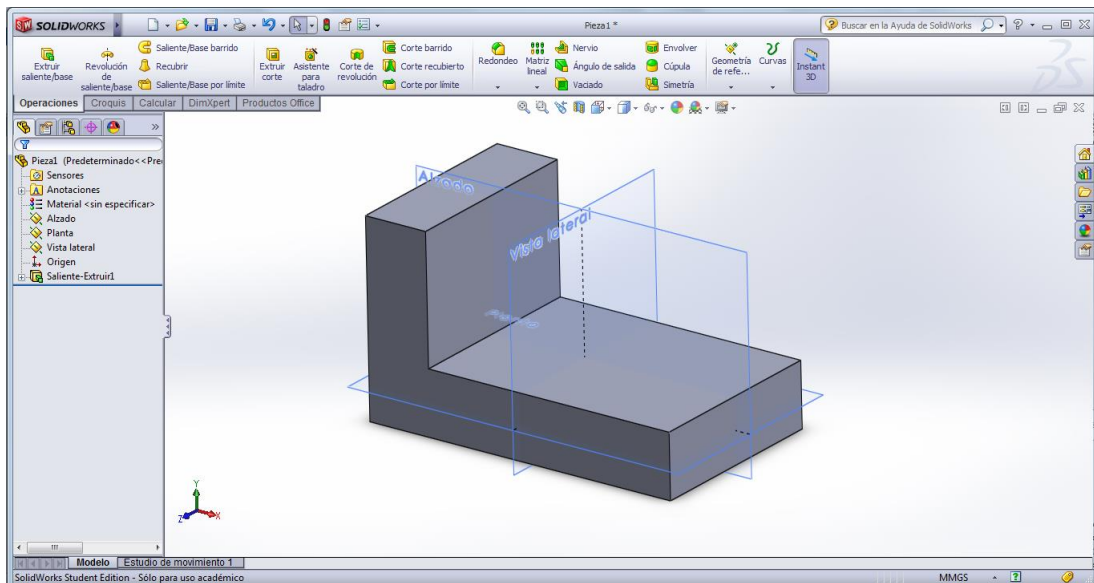

Figura 6. Sólido obtenido luego de usar la operación "extruir saliente/base".
- e) Una vez definidos los parámetros de la operación, se hace click en el ícono del “check” verde ubicado en la esquina superior derecha de la pantalla. Se obtendrá un sólido como el observado en la Figura 6.